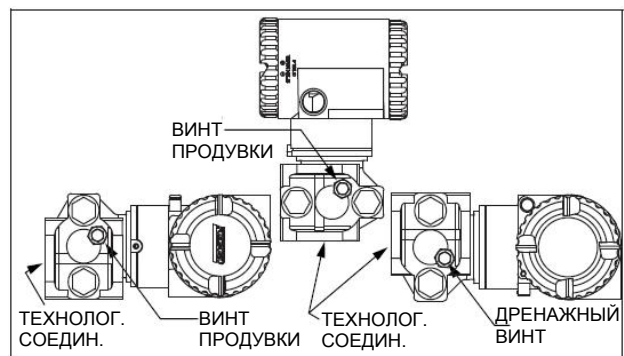

Рисунок 11. Конструкция LP1
**НИЗКОПРОФИЛЬНАЯ КОНСТРУКЦИЯ LP1 (РИСУНОК 11)**